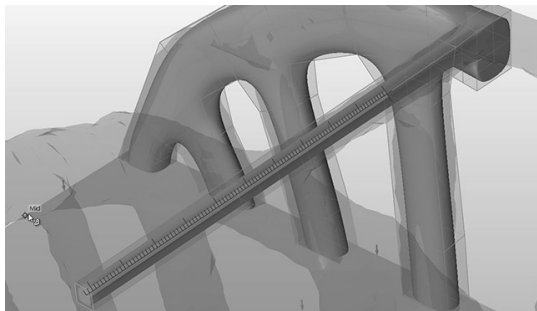

图 15-27
- 4) 单击并拖动图 15-27 中所示的箱体面，将其捕捉到底座的中点。